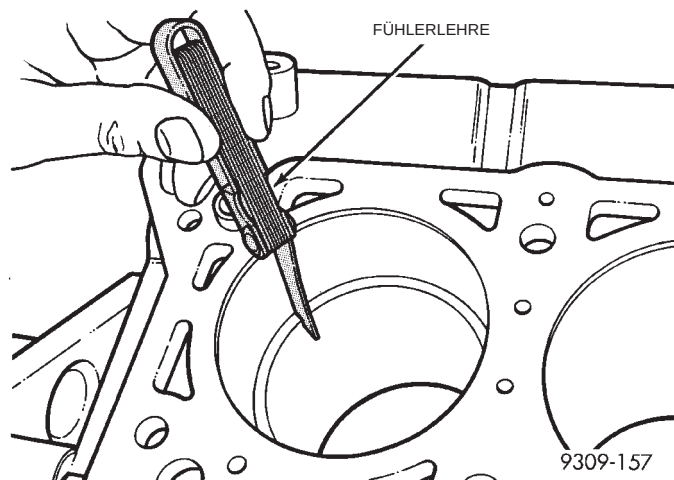

Abb. 7 Stößspiel der Pleuelringe prüfen.
(1) Zylinderbohrung sauber wischen. Pleuelring in die Zylinderbohrung einsetzen und mit einem Pleuel nach unten drücken, um sicherzustellen, daß der Pleuelring richtig in der Zylinderbohrung ausgerichtet ist. Für die Messung des Stossspiels muß der Pleuelring mindestens 12 mm (0,50 Zoll) von der Unterkante der Bohrung entfernt sein. Das Stößspiel des Pleuelrings mit einer Fühlerlehre messen (Abb. 7). Sollwerte siehe Tabelle—Sollwerte/Pleuelringe.